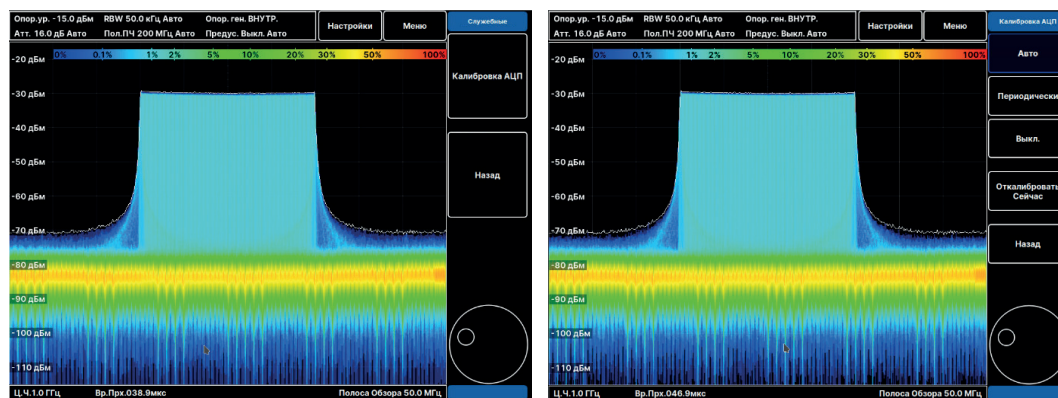

Рис. 17. Меню калибровки АЦП
- нажмите **Калибровка АЦП / ADC Calibration** (Рис. 17);